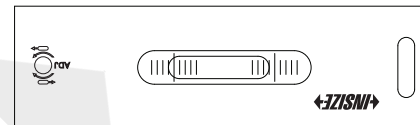

Fig.3
c) Gire o nível 180°, deslize (não coloque) o nível na mesma posição da superfície (Fig. 3).